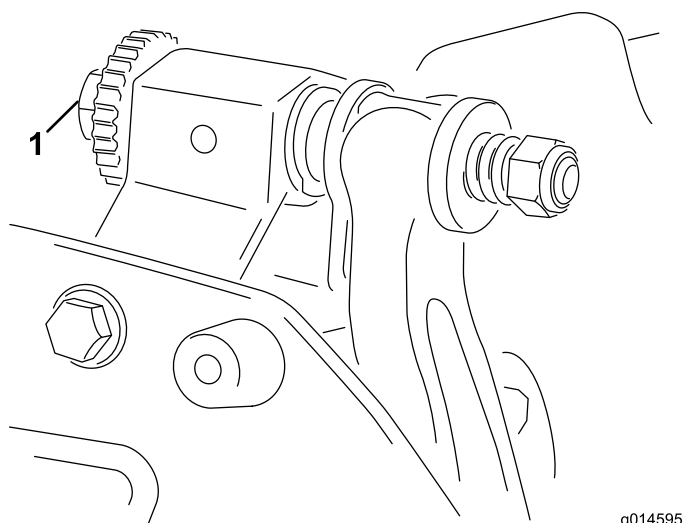

Figura 5
- A. Ruotate le viti di regolazione della barra di appoggio in senso orario (Figura 5), uno scatto alla volta, fino ad avvertire e udire un leggero contatto.
6. Ruotate la vite di regolazione della barra di appoggio destra (Figura 5) fino a quando non sentite una leggera pressione sullo spessore facendolo scorrere da lato a lato. Rimuovete lo spessore.